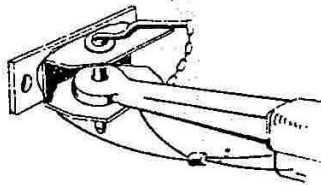

Abb. 7
2.3 Abb. 7 zeigt die richtige Anbringung der Fangschlaufe.